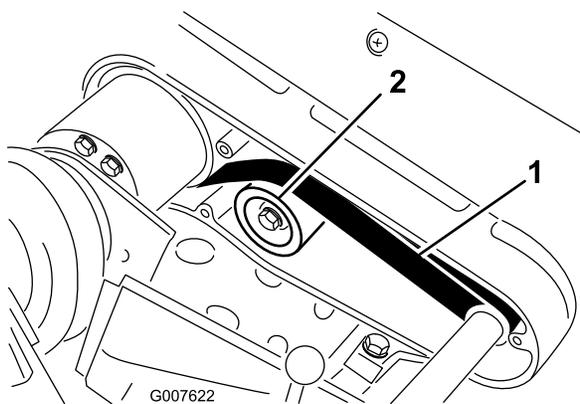

Figura 38
2. Compruebe la tensión presionando la correa en el punto intermedio entre las poleas (Figura 38) con una fuerza de a 22–26 N. La correa debe desviarse 6,4 mm.
- A. Afloje la tuerca de montaje de la polea tensora y pivote la polea tensora en el sentido de las agujas del reloj contra la parte trasera de la correa, hasta obtener la tensión deseada (Figura 38).